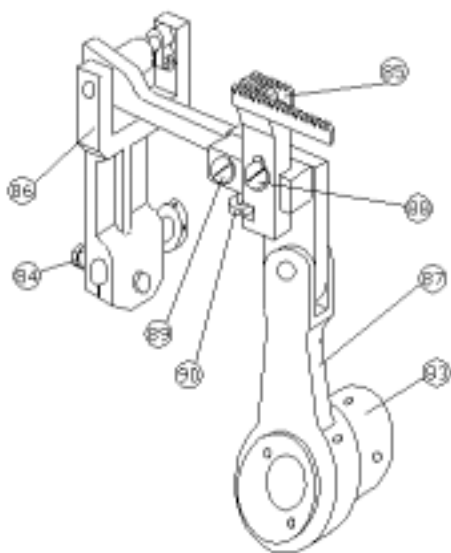
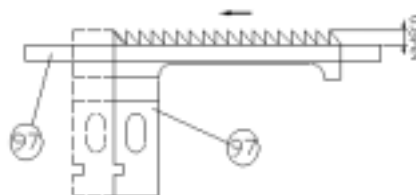

FIG. 25
FIG. 26
- (b) Défaites les vis de l'excentrique de l'ascenseur du chien de l'alimentation (83) et les vis de la fourchette du point-allongement. Précisément vrai en haut le trou de l'aiguille de la plaque de la gorge (28) avec l'aiguille, s'assurer que la plaque de la gorge est dans une place orthogonale. FIG. 25.
- (c) Centrez le chien de l'alimentation (85) dans la plaque de la gorge qui devrait être arrangée à l'avance, afin qu'à les fins de sa traverse les deux fins du chien de l'alimentation soient équidistant des parties intérieures des fentes dans la plaque
de la gorge; faire ceci ajustent la fourchette du point-allongement (86) et si mouvement nécessaire l'excentrique de l'ascenseur du chien de l'alimentation (83) le long de son axe donc comme éviter des places décentrées qui pourraient causer des distorsions dans le mouvement. Serrez les vis de l'excentrique de l'ascenseur du chien de l'alimentation et la fourchette du point-allongement. FIG. 25.
- (d) Défaites les serrant vis de l'excentrique du point-lengthener (91). Tournez la main roue pour apporter la barre de l'aiguille à son L.C.D. Mouvement l'excentrique du lengthener du point radialement à la place dans laquelle le chien de l'alimentation ne déplace pas quand le support du lengthener du point est déplacé à la main (80). Serrez les vis de l'excentrique en gardant la bielle dans ligne (92).
- (e) Tournez la main roue pour apporter le chien de l'alimentation (85) à son plus haut point au-dessus de la plaque de la gorge et ajuste les deux vis (88-89) placer la parallèle du chien de l'alimentation à la plaque de la gorge.
- (g) La hauteur maximale du chien de l'alimentation au-dessus de la plaque de la gorge devrait être 0.8mm quand la barre de l'aiguille est à son U.D.C. FIG. 26.